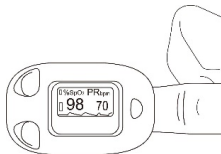

Abbildung 5 Finger positionieren
1. Der Finger muss richtig positioniert sein (siehe Abbildung 5 dieses Handbuchs), um eine ungenaue Messung zu vermeiden.
2. Öffnen Sie die Klemme, wie in Abbildung 5 zu sehen.